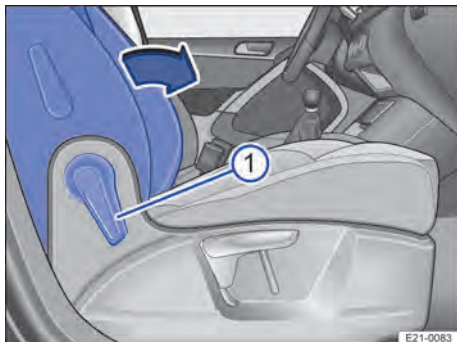

Abb. 66 Beifahrersitz: Sitzlehne vorklappen.
5. Hebel → Abb. 66 ⓘ nach vorn ziehen, um die Beifahrersitzlehne zu entriegeln.
6. Beifahrersitzlehne in Pfeilrichtung → Abb. 66 nach vorn in die waagerechte Position klappen.